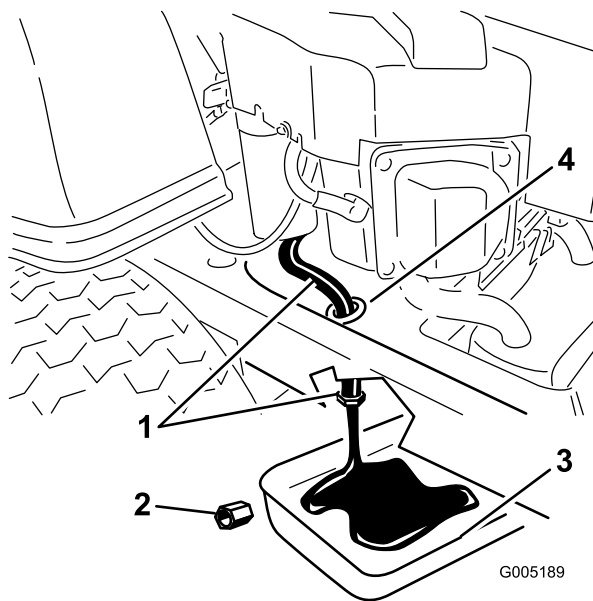

Figura 29
5. Localice el filtro de aceite situado en el lado izquierda del motor. El tapón de vaciado está sujeto al tubo de vaciado pasando por un orificio en el bastidor de la máquina Figura 29 Limpie la zona alrededor del tapón de vaciado del aceite y del tubo de vaciado de aceite.
6. Coloque un recipiente debajo del tubo de vaciado de aceite según se muestra en Figura 29
7. Utilizando dos llaves (una para mantener el tubo de vaciado del aceite y otra para aflojar el tapón) retire el tapón de vaciado de aceite (Figura 29).
13. Cuando se haya drenado completamente el aceite, coloque el tapón de vaciado. Apriete el tapón a un par de 14 Nm (125 pulgadas-libra). Limpie cualquier exceso de aceite Figura 29.